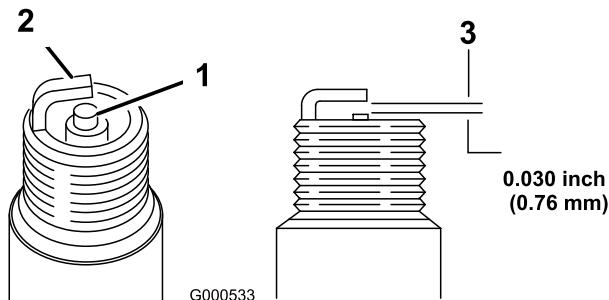

Figure 20
- Réglez l'écartement des électrodes à 0,76 mm (0,030 po) (Figure 20).